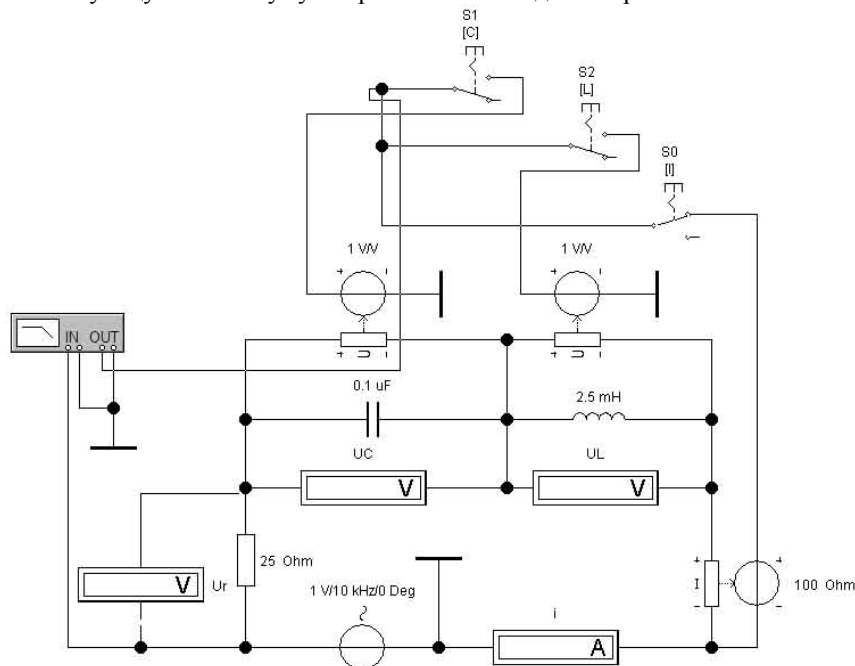

Рис. 2. Моделирование резонанса напряжений в программе EWB
8. Загрузить файл resonance\_serial.ewb. Схема цепи соответствует рис. 2. Установить значения элементов цепи лабораторного стенда.
12. Включить Боде-плоттер в режим измерения ФЧХ (**Phase**), определить угол сдвига фаз между током и напряжением  $\alpha$  на частоте  $f_0$ , соответствующей максимуму тока в цепи. Угол сдвига фаз между напряжением и током  $\varphi$  имеет такую же величину, взятую с обратным знаком. Рассчитать модуль полного сопротивления цепи  $Z$  (рис. 2).